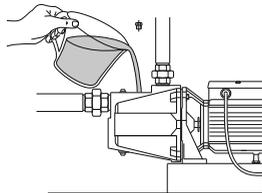

Рис. 2
8.10. Перед вводом в эксплуатацию и перед каждым включением, насосная часть электронасоса и всасывающая магистраль должны быть заполнены водой через заливное отверстие до его краев (рис. 2). После чего пробки заливных и сливных отверстий должны быть плотно закручены, но без приложения излишних усилий. При использовании обратного клапана на всасывающей магистрали, заполнение водой насосной части и самой магистрали перед каждым включением не обязательно. Необходимо лишь убедиться, что система заполнена водой и нет утечек.